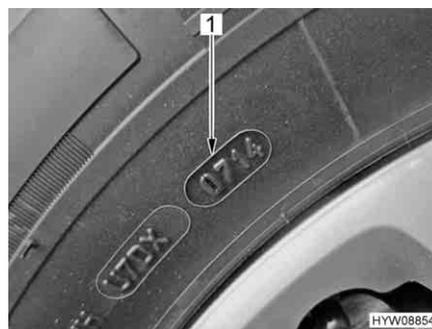

Fig. 174 Numero DOT
- ▷ I pneumatici non devono avere più di 6 anni perché la miscela di gomma col tempo invecchia e si sbriciola. Il codice DOT (Fig. 174, 1) di quattro cifre sul fianco del pneumatico indica la data di produzione. Le prime due cifre indicano la settimana, le ultime due cifre l'anno di produzione.